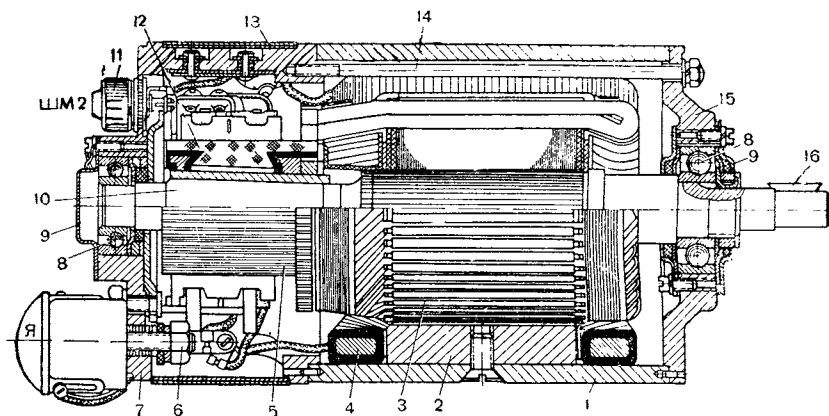

Рис. 224. Мотор поворота башни МПБ-54 (разрез):
**Мотор поворота башни МПБ-54** (рис. 224) постоянного тока с независимым возбуждением. Номинальное напряжение 24 в, мощность 2 квт при числе оборотов якоря 8000 в минуту.